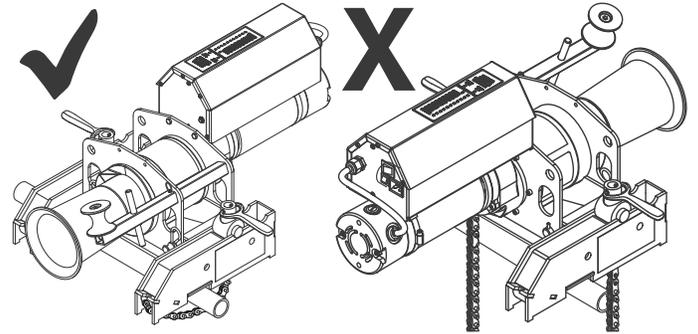

Figure 28 : Orientation du tire-câble sur la fixation à chaîne
7. Soulever le tire-câble du berceau de la fixation à chaîne de sorte que la poulie de droite soit la plus éloignée de l'ouverture de conduit et que le cabestan soit au-dessus du conduit. (Fig. 28)